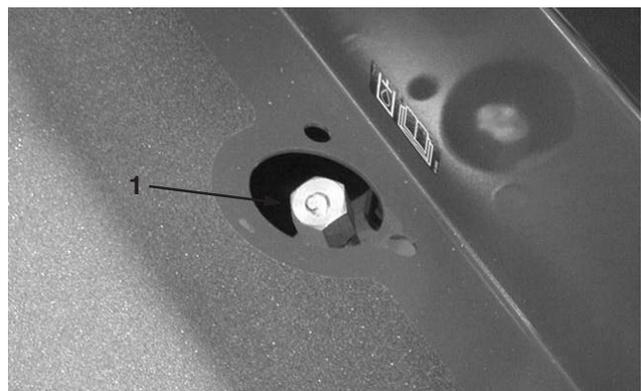

Figure 17
2. Dévissez le bouchon (Fig. 17), sortez la jauge du goulot de remplissage et essuyez-la sur un chiffon propre. Revissez la jauge à la main dans le goulot de remplissage, puis sortez-la de nouveau pour vérifier le niveau de liquide. Si le niveau est à plus de 13 mm de la rainure de la jauge (Fig. 17), ajoutez suffisamment d'huile pour faire monter le niveau jusqu'à la rainure. Ne remplissez pas excessivement.